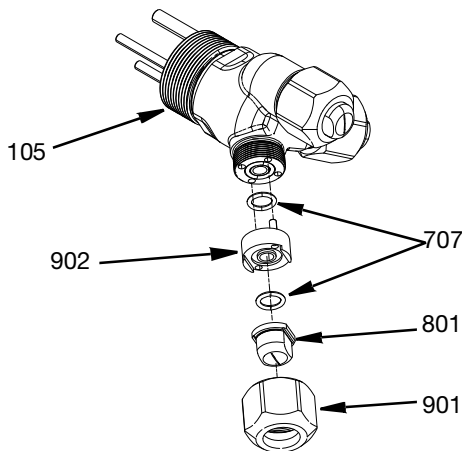

FIG. 5
1. Placez les joints toriques (707) dans l'ensemble d'adaptateur à 3 têtes (105).
2. Placez un joint torique dans chaque adaptateur de joint de buse de pulvérisation (902). Les buses (801) doivent alors être insérées dans l'adaptateur de joint de buse de pulvérisation (902) en s'assurant que la buse est clavetée dans l'adaptateur de joint de buse de pulvérisation.
- Alignez les goupilles de goujons de l'adaptateur de joint de la buse de pulvérisation (902) avec l'ensemble d'adaptateur à 3 têtes (105) et fixez-les avec l'écrou de retenue (901). Serrez au couple de 20,34 N•m. Voir FIG. 5.